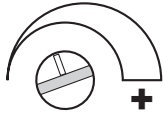

Figura 3: regolazione del numero minimo di giri
- Ruotare il regolatore (2) verso destra fino al raggiungimento del numero minimo di giri del motore desiderato (figura 3). Durante tale operazione fare attenzione all'incidenza del motore.